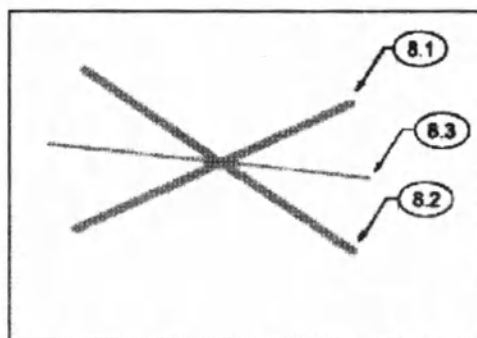
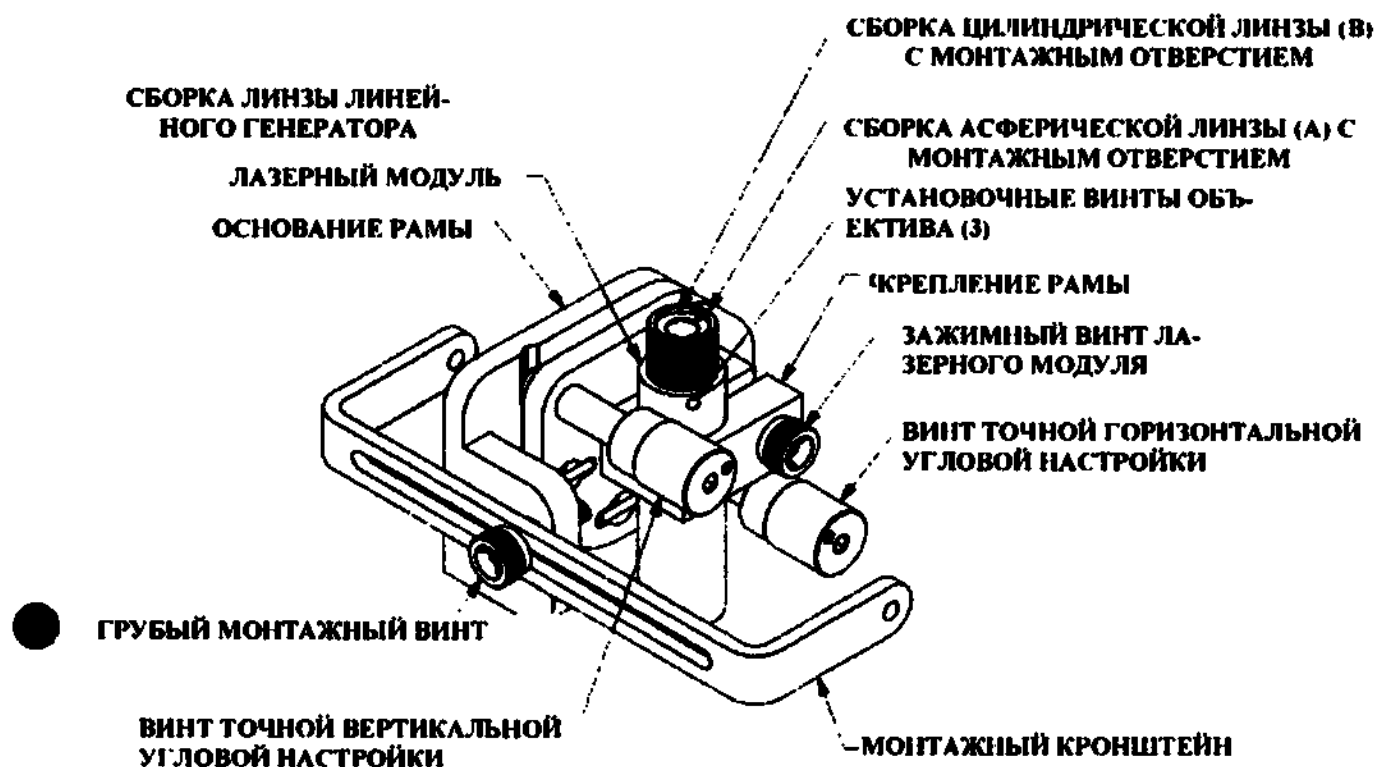

Рис.29. Фокусировка лазера
Рис.30. Рама стационарного лазера
Во время настройки фокусного расстояния лазерный луч смещается. Запомните точку, в которой лазерный луч становится размытым при оптимальной фокусировке, и визуально разделите полученный угол пополам для получения наиболее оптимального луча. На рис.29 отметка 8.3 – это оптимальная линия луча, которая проходит приблизительно на равном расстоянии от отметок 8.1 и 8.2. Получившаяся оптимальная линия может утолщаться в центре и становиться тоньше по краям.
Во время настройки фокусного расстояния лазерный луч смещается. Запомните точку, в которой лазерный луч становится размытым при оптимальной фокусировке, и визуально разделите полученный угол пополам для получения наиболее оптимального луча. На рис.29 на следующей странице отметка 8.3 – это оптимальная линия луча, которая проходит приблизительно на равном расстоянии от отметок 8.1 и 8.2.
Используя торцовый ключ на 0.050", поверните установочный винт объектива (см. рис.30) против часовой стрелки на четверть оборота, чтобы ослабить фиксацию объектива для настройки.
Вращайте сборку асферической линзы (А) (см. рис.30 на следующей странице) пока лазерный луч не станет максимально тонким. Разместите в изоцентре лист бумаги или иную плоскую поверхность для контроля толщины луча во время настройки. **ПРИМЕЧАНИЕ:** Вам может потребоваться вращать объектив линзы по часовой стрелке или против часовой стрелки в зависимости от того, желаете ли вы увеличить или уменьшить фокусное расстояние по умолчанию. Во время настройки фокусного расстояния лазерный луч смещается. Запомните точку, в которой лазерный луч становится размытым при оптимальной фокусировке, и визуально разделите полученный угол пополам для получения наиболее оптимального луча. На рис. 29 выше отметка 8.3 – это оптимальная линия луча, которая проходит приблизительно на равном расстоянии от отметок 8.1 и 8.2. Получившаяся оптимальная линия может отличаться от центра и становиться тоньше по краям.
Для того чтобы настроить фокусировку более точно, осторожно вращайте сборку цилиндрической линзы (В) (см. рис.30 на следующей странице) при помощи соответствующего инструмента, помещенного в монтажное отверстие, до тех пор, пока вы не получите равномерную тонкую линию. **Примечание:** Очень важно, чтобы во время вращения сборки цилиндрической линзы (В) сборка асферической линзы (А) оставалась неподвижной. **Примечание:** Вам может потребоваться вращать объектив линзы по часовой стрелке или против часовой стрелки в зависимости от того, желаете ли вы увеличить или уменьшить фокусное расстояние по умолчанию. Во время настройки фокусного расстояния лазерный луч смещается. Запомните точку, в которой лазерный луч становится размытым при оптимальной фокусировке, и визуально разделите полученный угол пополам для получения наиболее оптимального луча. На рис.29 на предыдущей странице отметка 8.3 – это оптимальная линия луча, которая проходит приблизительно на равном расстоянии от отметок 8.1 и 8.2.
2. В результате фокусировки лазерного диода ротационное положение луча может сместиться. Ослабьте зажимный винт лазерного диода (см. рис.30 ниже) и вращайте корпус лазерного диода, до тех пор, пока ориентация луча не станет корректной. Не ослабляйте зажимной винт слишком сильно, чтобы сохранить частичное трение корпуса лазерного диода при вращении. Вращайте модуль до тех пор, пока луч не станет визуально горизонтальным (перпендикулярным оси движения). После завершения регулировки проекция должна быть выровнена по перпендикуляру (см. рис.31 ниже).
На рисунке ниже показаны угловые и планарные наработки для горизонтального лазера. Аналогичные наработки можно выполнить и для вертикального лазера. Для грубых настроек вращайте объектив лазерного диода у крепления рамы. Для точных настроек см. рис. 29 и 30 выше.